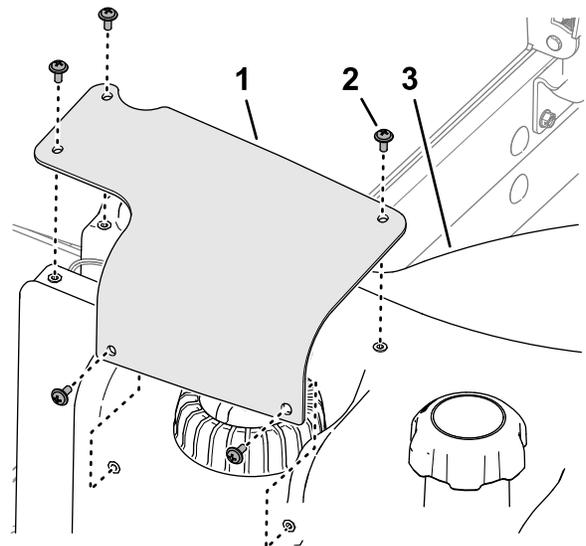

Рисунок 131
7. Совместите отверстия в кожухе датчика уровня топлива с отверстиями в топливном баке и прикрепите кожух к баку с помощью 5 винтов с крестообразным шлицем (Рисунок 131).